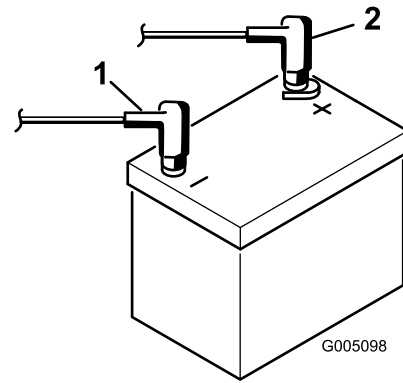

図 7
7. 最初に、赤い（+）ケーブルをバッテリーの（+）端子に、次に黒いケーブル（-）をバッテリーの（-）端子にはめ、ボルトとナットで固定する（図 7）。ショート防止のために（+）端子にゴムキャップをかぶせる。